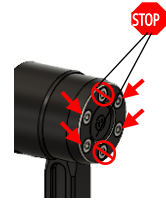

Fig. 7
8. Nun setzen Sie den Lenkerenden-Spiegel (B) auf den Adapter (A). Ziehen Sie zunächst die 2 Madenschrauben (2x M5) und die 4 Innensechskant schrauben (4x M3) leicht an (Fig. 6). Legen Sie die Position vom Arm und Spiegel fest. **ACHTUNG:** Achten Sie darauf, dass der Blinker senkrecht zum Boden und nach vorne in Fahrtrichtung positioniert ist, damit die Ausleuchtung ECE konform geschieht (Fig. 7).
8. Now place the handlebar end mirror (B) on the adapter (A). First, tighten the 2 grub screws (2x M5) and the 4 hexagon socket screws (4x M5) lightly (Fig. 6). Determine the position of the arm and mirror. **ATTENTION:** Make sure that the indicator is positioned perpendicular to the ground and facing forward in the direction of travel so that the illumination is ECE-compliant (Fig. 7).